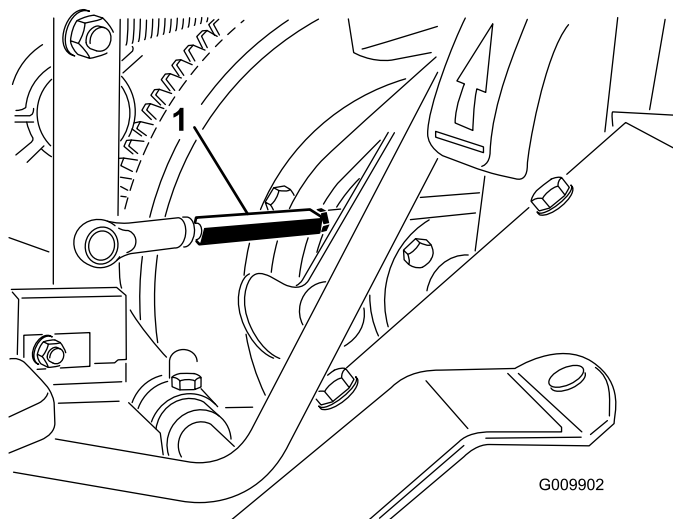

Figura 58
2. Afloje las contratueras en ambos extremos del barrilete de la varilla de tracción (Figura 58).